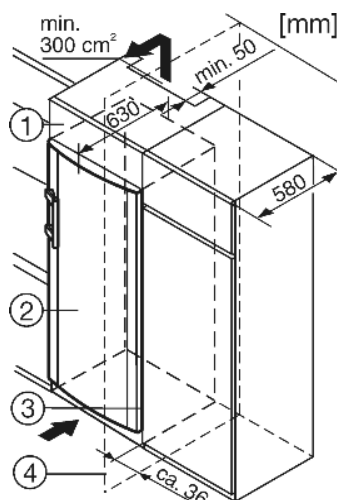

Fig. 8
- (1) Дополнительный шкафчик
(2) Устройство
(3) Кухонный шкаф
(4) Стенка
Устройство может быть окружено предметами кухонной обстановки. Чтобы уравнивать устройство *Fig. 8 (2)* по высоте с кухонной стенкой, можно установить над устройством соответствующий дополнительный шкафчик *Fig. 8 (1)*.
При комбинировании с обычными кухонными шкафами (глубина макс. 580 мм) устройство можно установить непосредственно рядом с кухонным шкафом *Fig. 8 (3)*. Дверца устройства выступает по сторонам на 34 мм и по центру устройства на 50 мм относительно передней стенки кухонного шкафа. Поэтому ее можно свободно открывать и закрывать. Важно для вентиляции:
Если устройство установлено на шарнирах у стены *Fig. 8 (4)*, то расстояние между устройством и стеной должно быть не менее 36 мм. Настолько выступает ручка при открытой дверце.